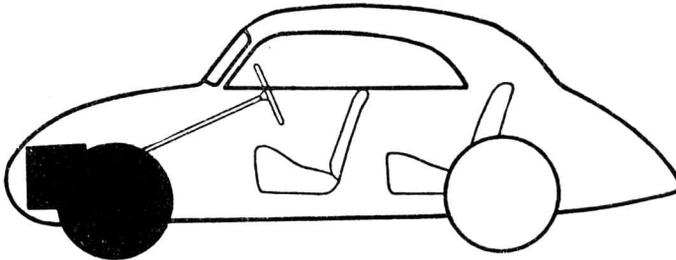

Bild 43. Der Frontantrieb
2. Vorderradantrieb (Frontantrieb) (Motor liegt vorn. Bild 43).